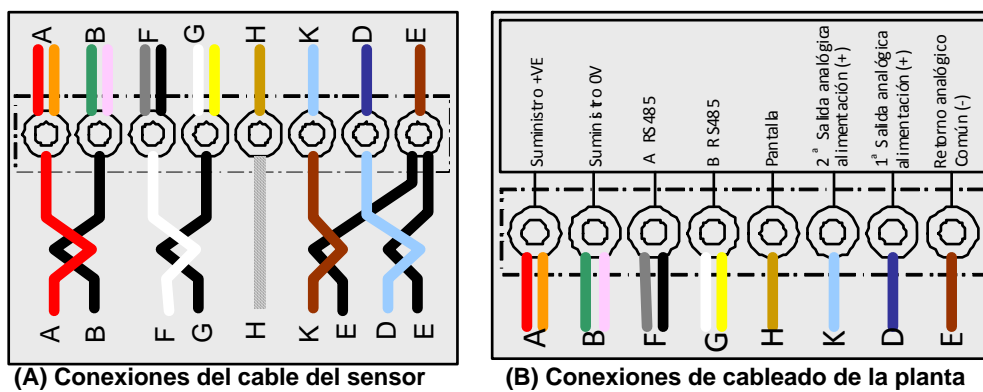

Figure 27: Diagramas de cableado
- Efectúe la conexión a los terminales tal y como se indica en el diagrama en el conector giratorio. Consulte la Figure 27.
- Pase los cables de la planta a través del prensacables de la carcasa y córtelo en la longitud correspondiente. Pase el cable de la planta hasta el bloque de terminales fijado tal y como se indica en el diagrama de la tapa. Consulte la Figure 27